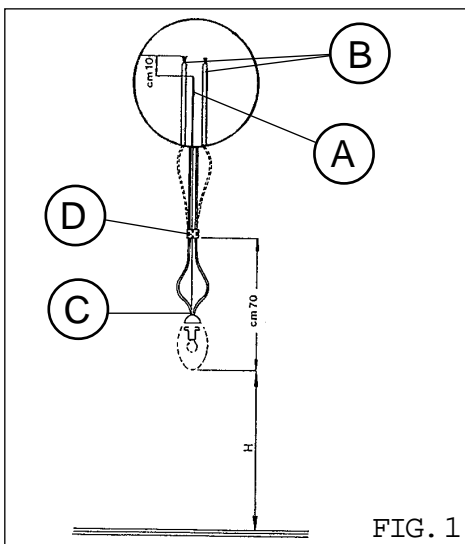

FIG. 1
Fig. 1 Identificare la posizione dell'apparecchio e tagliate il cavo di acciaio (A) alla altezza desiderata. I cavi di alimentazione (B) vanno tagliati a piacere a sonda che li si desidera più o meno tesi lungo il cavo d'acciaio, ma almeno 10 centimetri più lunghi del cavo d'acciaio stesso. Nel tratto compreso tra il diffusore (C) ed il bloccacavo (D), la configurazione dei cavi di alimentazione (B) e del cavo d'acciaio (A) è fissa.
- Fig.1 Establish the fixture height and cut the steel cable (A) at the desired height. Supply cables (B) must be cut to choice; in fact they can be more or less stretched along the steel cable but they must be, at least, 10 cms. longer than the steel cable. Note: along the section between the diffusor (C) and the strain relief (D), the configuration of the supply cables (B) and of the steel cable (A) is fixed.
- Fig.1 Repérer la position de l'appareil et couper le câble d'acier (A) à la hauteur désirée. Les câbles d'alimentation (B) doivent être coupés à souhait et selon qu'on les veuille plus ou moins tendus le long du câble d'acier. Ils devront tout de même dépasser d'au moins 10cm du câble d'acier. Note: Dans l'espace compris entre le diffusor (C) et le serre-câbles (D), la configuration des câbles d'alimentation (B) et du câble d'acier (A) est fixe.
- Abb. 1 Die Aufhängposition des Beleuchtungskörpers festlegen und das Stahlkabel (A) in der gewünschten Höhe kappen. Die Stromkabel (B) sind je nach straffer bzw. lockerer Führung zu schneiden, sollten aber auf jeden Fall 10cm länger sein als das o.e. Stahlkabel. Anmrgk.: Im Abschnitt zwischen Diffusor (C) und Kabelhalter (D) kann die Auslegung der Stromkabel (B) wie auch des Stahlkabels (A) nicht verändert werden
- Fig. 1 Determinar la posición del aparato y cortar el cabo de acero (A) a la altura deseada. Cortar los cables de alimentación (B) a la medida deseada, según que se deseen más o menos tensados a lo largo del cabo de acero, pero al menos 10 cm más largos que aquél. Nota: en el tramo comprendido entre el difusor (C) y el sujetacables (D), la configuración de los cables de alimentación (B) y del cabo de acero (A) es fija.